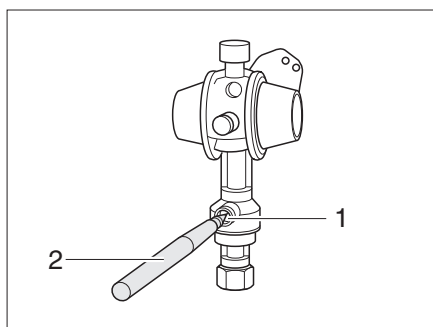

Fig. 92 Sensore di crash
- Con una penna (Fig. 92,2) premere il pulsante di sbloccaggio (Fig. 92,1) e tenerlo premuto per diversi secondi.